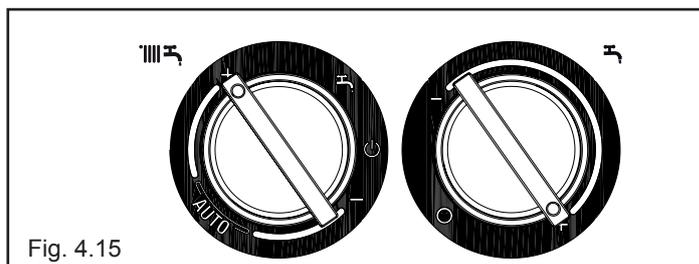

Fig. 4.15
- portare il selettore temperatura acqua riscaldamento al valore massimo, selettore in corrispondenza del **+** (fig. 4.15)